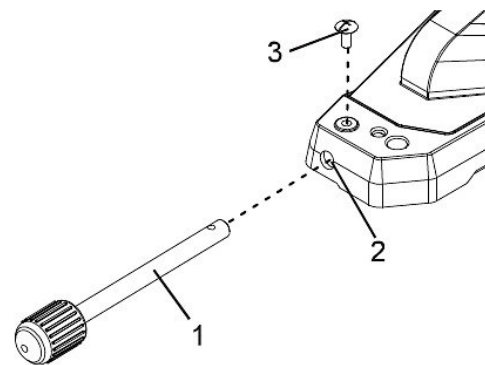

Abb. 10: Verriegelungshandgriff für den Neigungswinkel
7.5 Anbringung der hinteren Stützstange (Abb. 10)